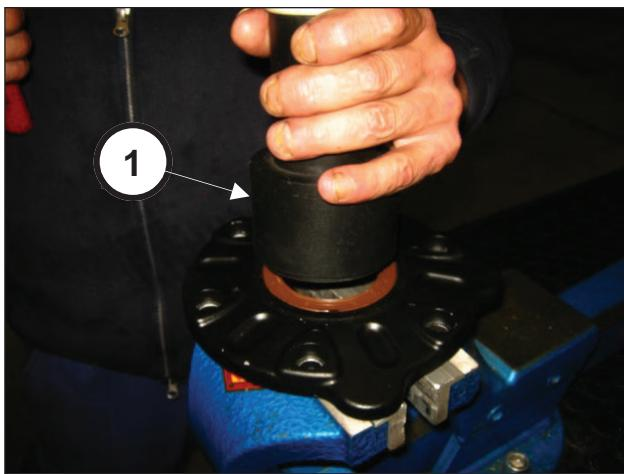

Abb. 77
Verwenden Sie hierfür das Werkzeug Art. 27548200 (Pos. ①, Abb. 77).